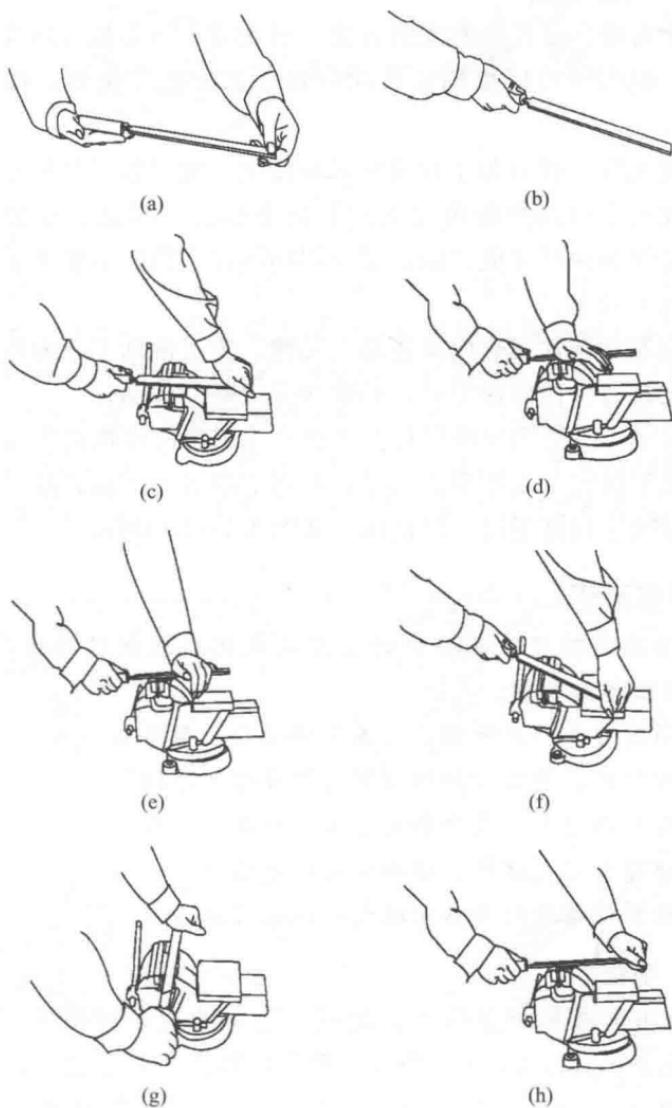

图 1-14 锉刀的使用
① 锉刀的握法 用右手握锉刀柄，柄端顶住掌心，大拇指放在柄的上部，其余四指满握刀柄，如图 1-14(a)、图 1-14(b) 所示。
② 左手姿势 大、中型锉刀左手有满握锉刀头、握住锉刀面或压住锉刀面三种手法，如图 1-14(c)~图 1-14(e) 所示。小型锉刀和什锦锉刀不使用左手。
③ 平面的锉法
a. 顺向锉：最普通的锉削方法。不大的平面和最后锉光都用这种方法。顺向锉可以得到正直的锉痕，比较整齐美观，如图 1-14(f) 所示。
b. 交叉锉：锉刀与工件的接触面增大，锉刀容易掌握平稳。同时，从锉痕上可以判断出锉削面的高低情况，因此容易把平面锉平。交叉锉在锉削完成之前，要改用顺向锉，使锉痕变为正直，如图 1-14(g) 所示。
c. 推锉：一般用于锉削狭长平面，或用顺向锉推进受阻碍时使用。推锉不能充分发挥手的力量，同时切削效率不高，故只适宜在加工余量较小和修正尺寸时使用，如图 1-14(h) 所示。